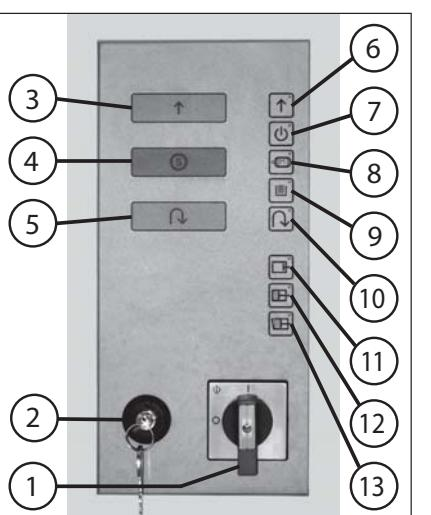

Fig. 6
ELEMENTOS DE MANEJO (fig. 6, 7 y 8):
(Parada de emergencia) (fig. 6)
- Interruptor de bloqueo (fig. 6)
“Avance del mecanismo de corte” (fig. 6)
“Parada del mecanismo de corte” (fig. 6)
“Retroceso del mecanismo de corte” (fig. 6)
“Punzón detrás” (fig. 6)
“Fardo acabado” (fig. 6)